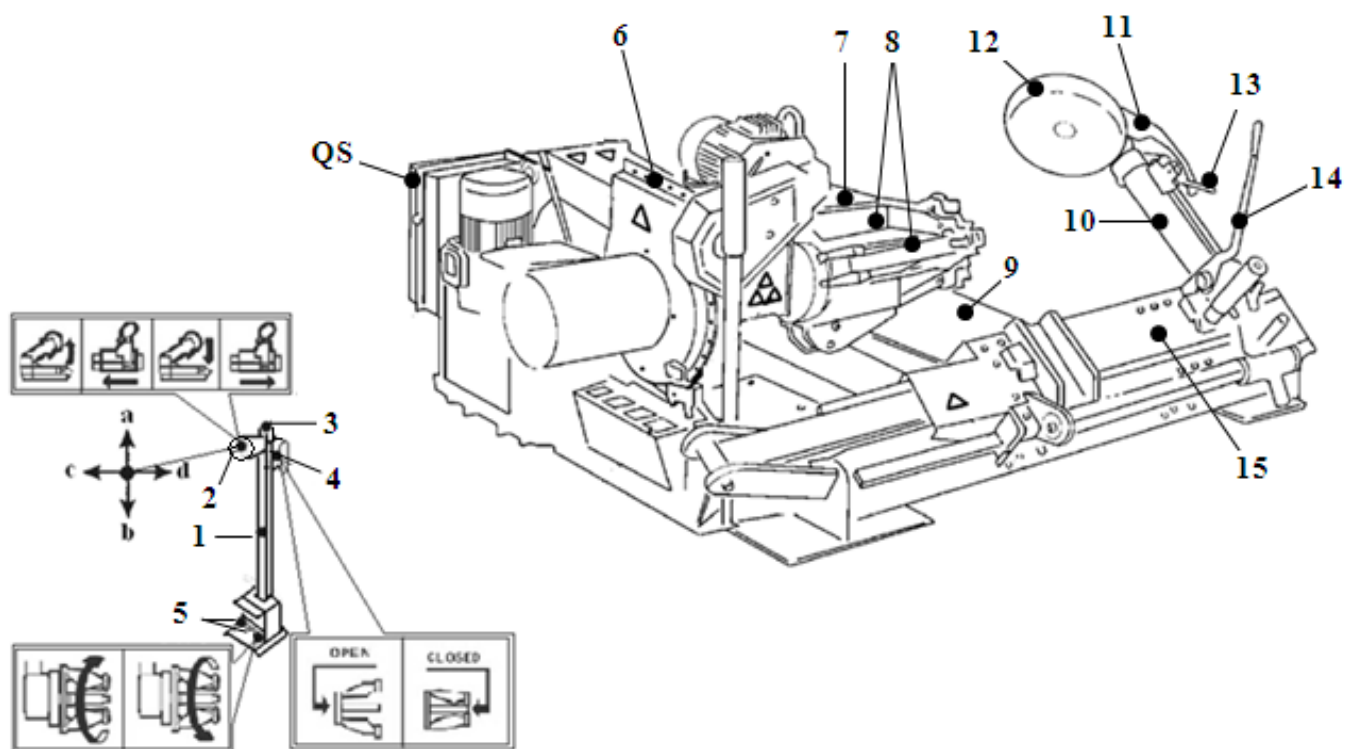

Рис. 1. Рабочие элементы станда.
|  | Чтобы немедленно остановить работу станда: Нажмите аварийный выключатель (3, Рис.1) на стойке управления. Переведите главный выключатель (QS, Рис.1)) в положение “0”. Отключите станок от электросети. |
Переносная стойка управления (1, Рис. 1) позволяет оператору работать в любом месте около станда. Стенд имеет следующие средства управления:
- **Главный выключатель (QS, Рис.1)** служит для включения и выключения электропитания станка.
- **Аварийный выключатель (3, Рис. 1)** нажатием на кнопку отключает станок от электропитания в аварийной ситуации.
- **Переключатель 4-х позиционный (джойстик) (2, Рис. 1):** служит для: подъема и опускания подъемной балки шпинделя (положения **a^b**), перемещения каретки слева направо и обратно (**c^d**).
- **Переключатель «Зажим – Разжим» (4, Рис. 1):** при переводе вверх открывает зажим, при переводе вниз открывает зажим.
- **Педали вращения шпинделя (5, Рис. 1):** при нажатии правой педали шпиндель зажимного устройства вращается по часовой стрелке, при нажатии левой – против часовой стрелки (направление вращения указано стрелками на педалях).
- **Рукоятка блокировки монтажной консоли (14, Рис. 1)** для её блокировки в рабочем положении и перевода в нерабочее положение (и наоборот).
- **Рычаг блокировки монтажной головки (13, Рис. 1)** позволяет альтернативное использование монтажного диска (**12, Рис. 1**) или монтажного крюка (**11, Рис. 1**).